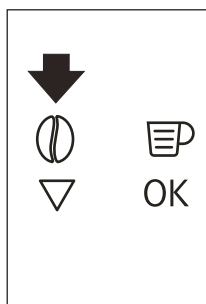

Fig. 15
- Se, dopo aver fatto funzionare la macchina utilizzando caffè pre-macinato, si vuole ritornare a fare caffè utilizzando i chicchi, è necessario disattivare la funzione caffè pre-macinato ripremendo l'icona ◯ (B4) (Fig. 15).